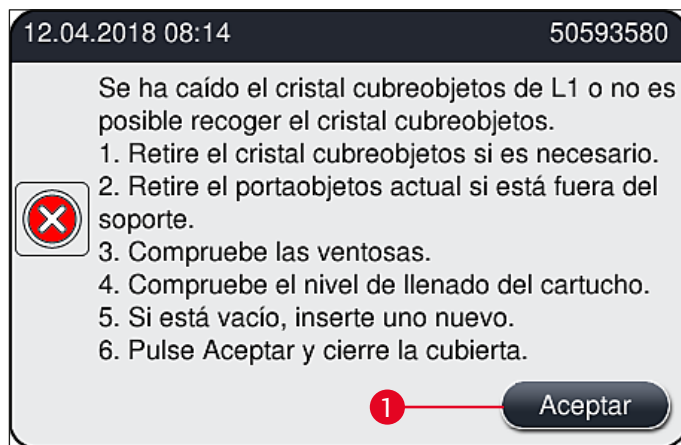

Fig. 111
Si el **módulo Pick&Place** pierde un cristal cubreobjetos durante el transporte hasta el portaobjetos o si el **módulo Pick&Place** no puede extraer un cristal cubreobjetos del cartucho de cristales cubreobjetos después de 3 intentos, se notifica al usuario mediante un mensaje de error (→ Fig. 111).
① Si se muestra este mensaje (→ Fig. 111), el usuario debe comprobar primero si se ha perdido un cristal cubreobjetos durante el transporte hasta el portaobjetos o si el **módulo Pick&Place** no ha podido extraer un cristal cubreobjetos del cartucho de cristales cubreobjetos.